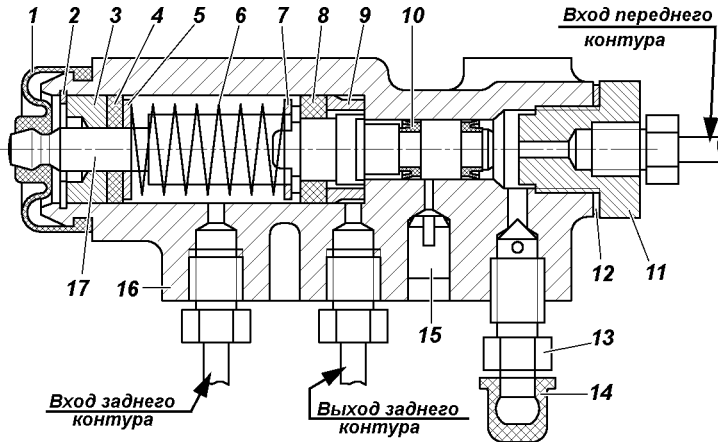
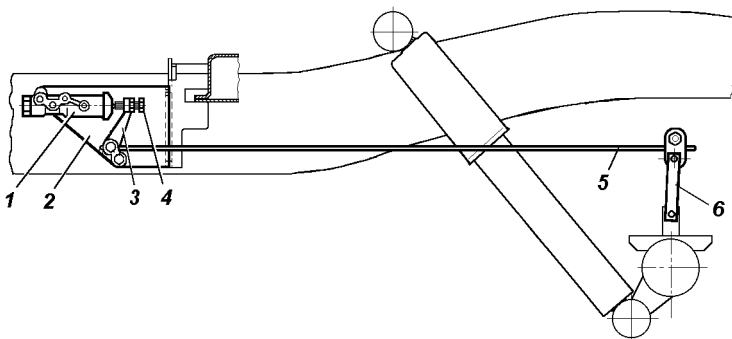

Рис. 9.60. Регулятор давления:
Рис. 9.61. Привод регулятора давления:
Регулятор давления (рис. 9.60). При обслуживании проверяйте работоспособность регулятора давления. Очищайте регулятор от грязи и проверяйте надежность его крепления. Внешним осмотром убедитесь, что регулятор и детали его привода не имеют повреждений, отсутствуют подтекания тормозной жидкости и люфты в соединении стойки с упругим рычагом и кронштейном на заднем мосту.
Обращайте внимание при осмотрах гидропривода на расположение контрольной заглушки 15 (см. рис. 9.60) и отсутствие подтекания из-под нее тормозной жидкости. В нормальном состоянии заглушка должна быть утоплена в отверстие корпуса регулятора до упора. При выступании заглушки из отверстия и подтекании тормозной жидкости регулятор подлежит ремонту или замене.
В процессе эксплуатации и при замене задних рессор необходимо регулировать усилие упругого рычага 5 (рис. 9.61) на поршень регулятора. Регулировку производить в следующей последовательности:
3. Завернуть болт 4 (см. рис. 9.61) до соприкосновения его с хвостовиком поршня 17 (см. рис. 9.60) регулятора, довернуть болт на 1 оборот (6 граней головки болта) и затянуть контргайку.
5. Проверить правильность регулировки при движении автомобиля. Для этого, двигаясь по прямому горизонтальному участку дороги с сухим асфальтовым покрытием, затормозить автомобиль до блокировки колес. При исправном регуляторе и правильно выполненной регулировке привода должно быть некоторое опережение блокировки передних колес относительно задних. В случае опережающей блокировки задних колес дополнительно отвернуть болт 4 (см. рис. 9.61) на 1-2 грани головки болта и повторить проверку при движении автомобиля.